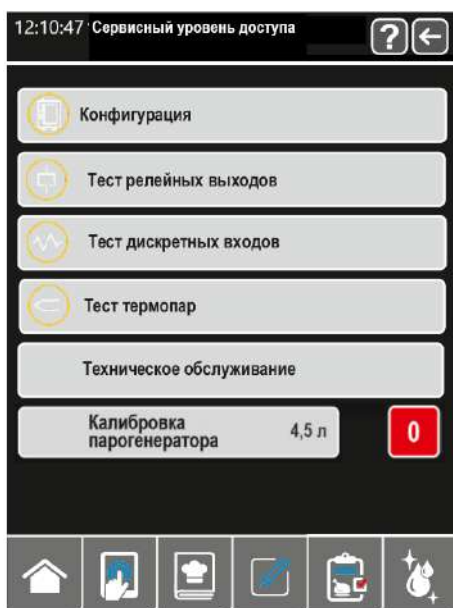

Рис.15.10 Окно «СЕРВИСНЫЙ УРОВЕНЬ ДОСТУПА»
5.6.5.4. В окне «СЕРВИС» (см. рис. 15.7) выберите «СЕРВИСНЫЙ УРОВЕНЬ ДОСТУПА». Введите пароль «0000». Отобразится окно «СЕРВИСНЫЙ УРОВЕНЬ ДОСТУПА» (см. рис. 15.10).
5.6.5.4.1 В окне «СЕРВИСНЫЙ УРОВЕНЬ ДОСТУПА» (см. рис. 15.10) нажмите на строку «ТЕСТ РЕЛЕЙНЫХ ВЫХОДОВ». Отобразится окно «ТЕСТ РЕЛЕЙНЫХ ВЫХОДОВ» (см. рис. 5.12). Все выходы реле на контроллере релейной платы отключатся.
5.6.5.4.2 В окне «СЕРВИСНЫЙ УРОВЕНЬ ДОСТУПА» (см. рис. 15.10) нажмите на строку «ТЕСТ ДИСКРЕТНЫХ ВХОДОВ». Отобразится окно «ТЕСТ ДИСКРЕТНЫХ ВХОДОВ». (см. рис. 5.13).
5.6.5.4.3 В окне «СЕРВИСНЫЙ УРОВЕНЬ ДОСТУПА» (см. рис. 15.10) нажмите на строку «ТЕСТ ТЕРМОПАР». Отобразится окно «ТЕСТ ТЕРМОПАР» (см. рис. 5.14). Все выходы реле на контроллере релейной платы отключатся.
5.6.5.4.4 В окне «СЕРВИСНЫЙ УРОВЕНЬ ДОСТУПА» (см. рис. 15.10) нажмите на строку «ТЕХНИЧЕСКОЕ ОБСЛУЖИВАНИЕ». Отобразится окно «ТЕХНИЧЕСКОЕ ОБСЛУЖИВАНИЕ» (см. рис. 5.15).
5.6.5.4.5 В окне «**СЕРВИСНЫЙ УРОВЕНЬ ДОСТУПА**» (см. рис. 15.10) в строке калибровка парогенератора имеется кнопка для её запуска. При необходимости провести новую калибровку объёма